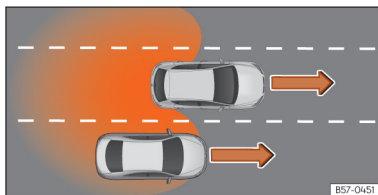

Рис. 152 Випередження центральною смугою із подальшим переходом на праву смугу.
- Коли ви випереджаєте інше авто >>> **рис. 152** з різницею швидкостей приблизно 10 км/год. Якщо випередження відбувається на більшій швидкості, система не видаватиме попередження.